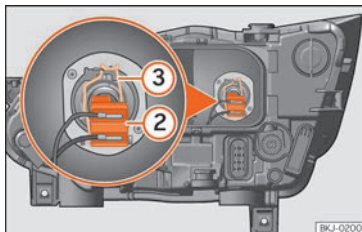

Fig. 56 En el vano motor: lámpara de luz de cruce.
- Extraiga el conector de la lámpara »» **fig. 56** ②.
- Desenganche el resorte del retentor »» **fig. 56** ③ presionándolo hacia dentro y a la derecha.